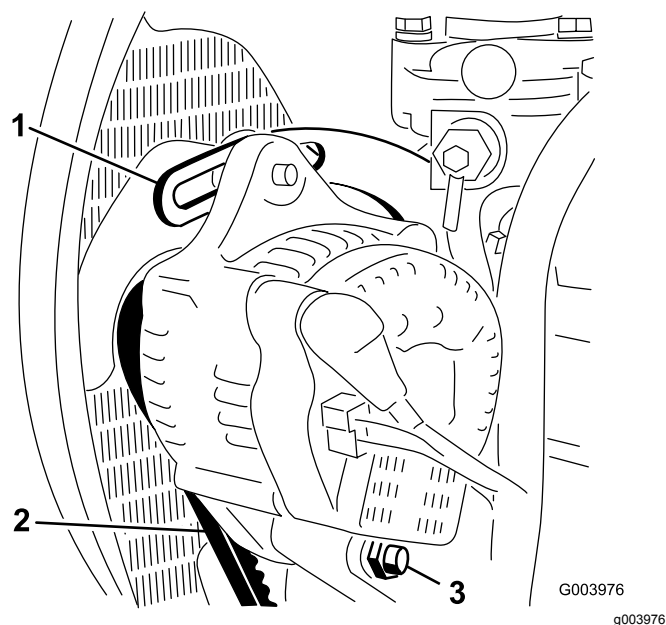

Figura 65
2. Controllate la tensione della cinghia dell'alternatore premendola (Figura 65) al centro tra le pulegge dell'alternatore e dell'albero a gomito con una forza di 10 kg.
3. Allentate il bullone che fissa il supporto al motore (Figura 65), il bullone che fissa l'alternatore al supporto ed il bullone di rotazione.